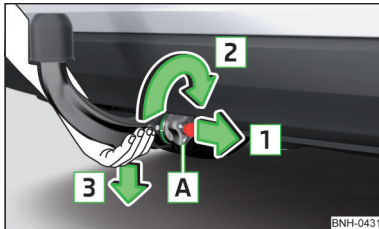

Abb. 130
- Die Kugelstange **von unten** fassen » Abb. 130.